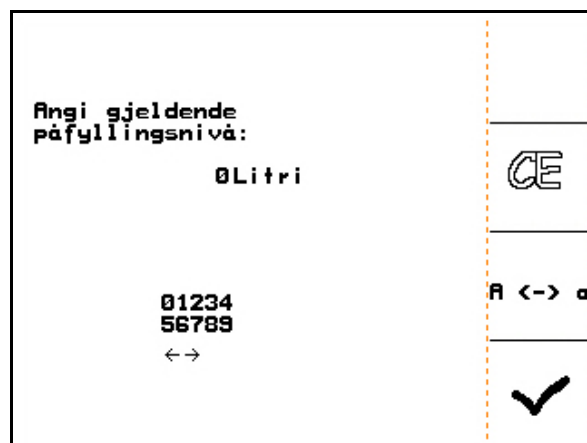

Fig. 85
Åpne menyen Påfylling (Fig. 85).
1.  Åpne menyen Påfylling (Fig. 85).